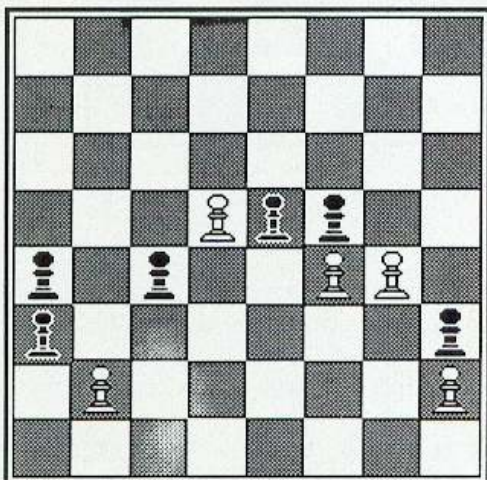

Figura 10.
4) data la caratteristica presa del pedone (figura 10), segue che i pedoni h2, h3, f4, f5 non possono essere mossi. Il pedone in b2 può prendere a3 (e viceversa) così come f4 prende e5 o g4 prende f5 (e viceversa). Il nero può eseguire tre spinte: a3-a2; e5-e4; c4-c3. Se il bianco operasse la spinta b2-b4 il nero potrebbe catturare il pedone appena mosso tramite la presa en passant, con i pedoni a4 e c4: opportunità che vale comunque una sola mossa.